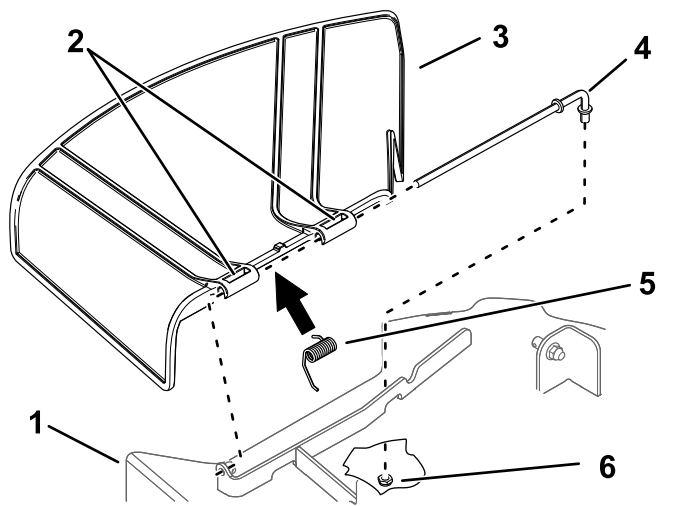

Figure 75
1. Retirez l'écrou ( $\frac{3}{8}$ ") de la tige, sous le plateau de coupe (Figure 75).
- Sortez la tige du support du plateau, du ressort et du déflecteur d'herbe (Figure 75).
- Montez le nouveau déflecteur d'herbe (Figure 75).
- Insérez la tige dans le second pivot du déflecteur d'herbe (Figure 75).
- Fixez l'extrémité arrière de la tige dans le plateau de coupe à l'aide d'un écrou ( $\frac{3}{8}$ "), comme montré à la Figure 75.